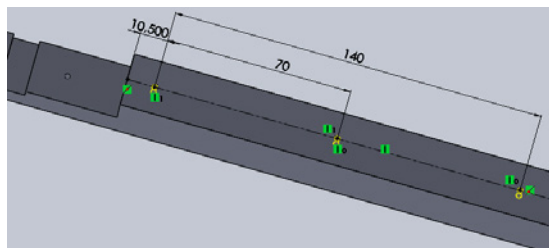

Figura 10.7 – Posições dos demais furos
2.20 Repita os itens 2.10 a 2.18 para fazer os três furos ilustrados na Figura 10.7. As informações referentes ao passo 2.12 são as mesmas.